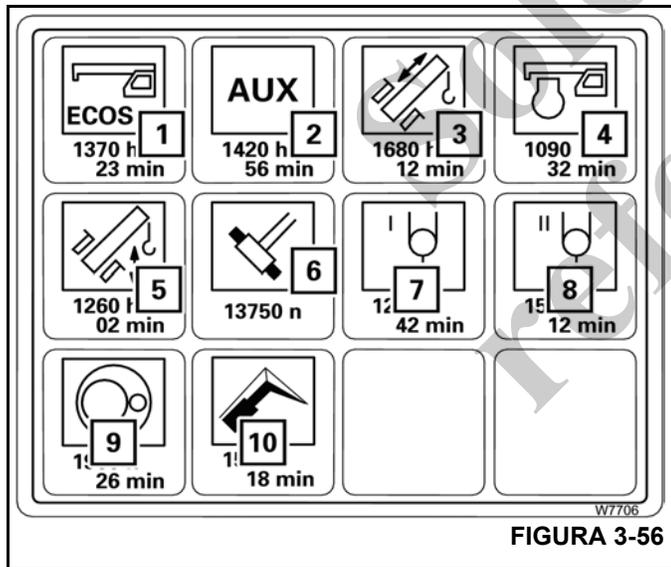

FIGURA 3-56
**NOTA:** El valor debajo del símbolo de desbloqueo de sección telescópica (6, Figura 3-56) indica la frecuencia de uso del ciclo, por ejemplo, 13 750 veces.